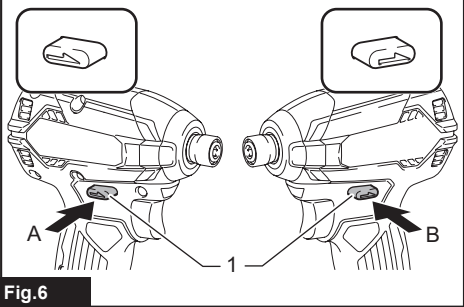

Fig.6
► **Рис.6:** 1. Рычаг изменения скорости